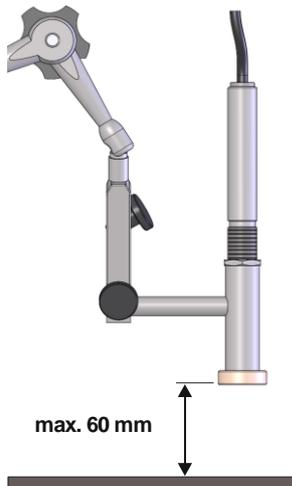

Fig. 3: Positionnement dispositif de mesure
- Maintenir la distance vis-à-vis de la tache de mesure aussi réduite que possible. La distance est mesurée de l'arête frontale de la manchette de protection (éloignement max. 60 mm → Fig. 3).